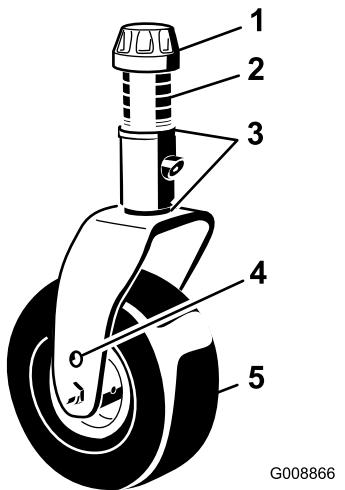
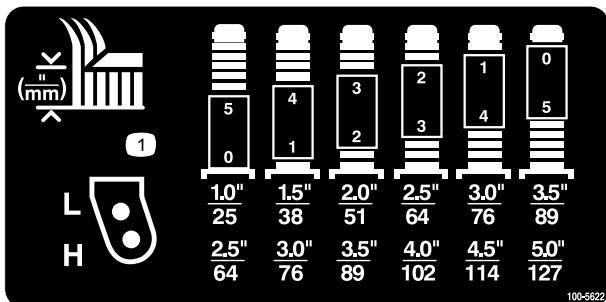

Figura 7
Figura 8
2. Coloque os eixos da roda giratória nos mesmos orifícios, em ambas as forquilhas da roda giratória. Consulte Figura 7 e Figura 8 para determinar os orifícios correctos para a configuração.
3. Retire a tampa de fixação do eixo rosado desloque o fuso (Figura 7) para fora do braço da roda giratória. Coloque os 2 calços (1/8 pol.) no eixo, tal como se encontravam originalmente. Estes calços são necessários para atingir a mesma altura ao longo de toda a largura das unidades de corte. Desloque um número apropriado de espaçadores de 13 mm para o eixo para obter a altura de corte desejada; em seguida, desloque a arruela para o eixo.
Consulte Figura 7 e Figura 8 para determinar as combinações de espaçadores para a configuração.